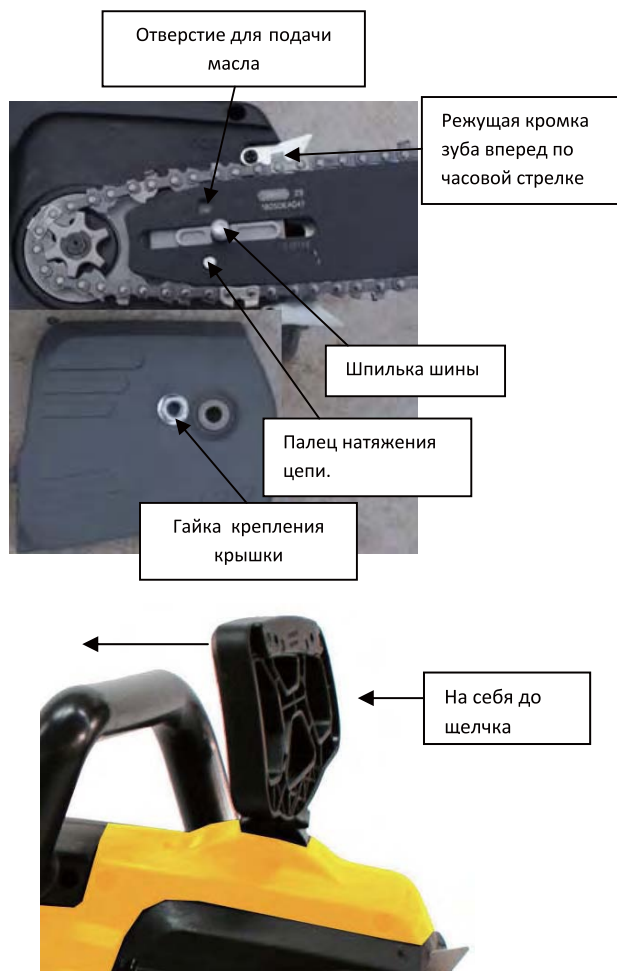

Рис.3
1. Отключите тормоз цепи, потянув ручку тормоза на «себя» до щелчка. Открутите гайку крепления крышки шины и снимите крышку. Вращая болт натяжения цепи против часовой стрелки, установите палец натяжения цепи в крайнее левое положение. Установите шину на шпильку, следите при этом, чтобы палец натяжения точно вошел в отверстие на шине. Поместите цепь на зубья ведущей звездочки и направляющий паз на шине. Цепь установите таким образом, чтобы зубья цепи своими режущими кромками были расположены вперед по ходу движения цепи, т.е. по часовой стрелке. Удостоверьтесь в правильном положении цепи на звездочке и шине (Рис.3).
2. Чистоту отверстия смазочного канала на шине (Рис.3) При необходимости почистить.